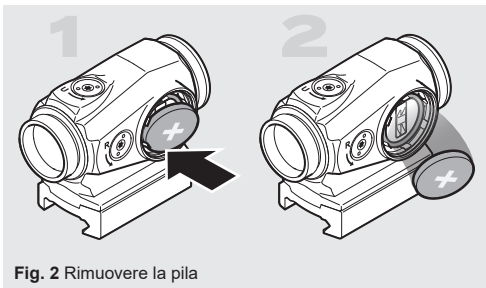

Fig. 2 Rimuovere la pila
- a Svitare e rimuovere il tappo della pila (4).
- b In caso di sostituzione della pila, rimuovere la pila scarica dal vano pila premendo con attenzione verso il basso su un bordo come mostrato nella Fig. 2.